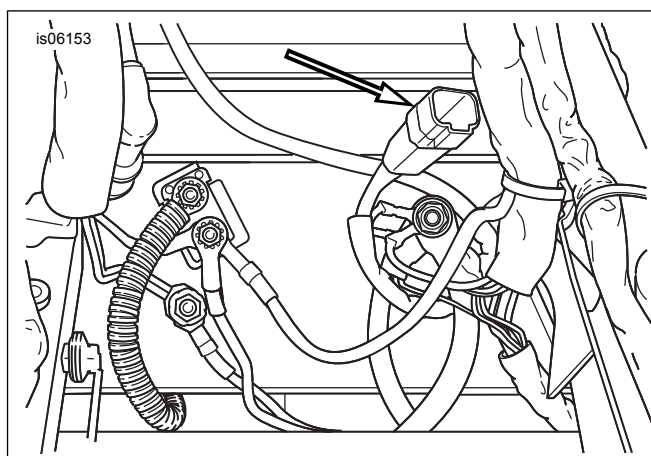

Figure 2. Emplacement du connecteur pour accessoires [4] (sous la selle)
4. Prendre le faisceau adaptateur (7) du kit. Voir Figure 2. Rechercher le connecteur pour accessoires à quatre voies [4] dans la zone sous le siège. Enlever le bouchon du connecteur d'accessoires.